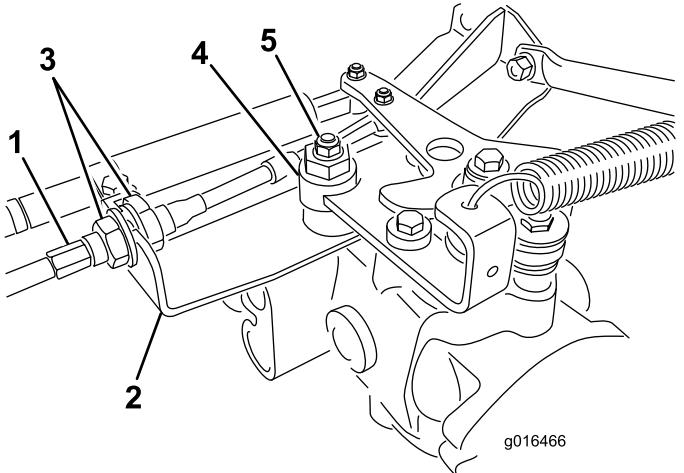

Figura 47
- A. Afloje las dos contratuerca que fijan el cable de control de tracción a la escuadra del hidrostato (Figura 47). Asegúrese de aflojar ambas contratuerca uniformemente, y lo suficiente como para permitir el ajuste.
Nota: Afloje la tuerca que sujeta el excéntrico a la parte superior del hidrostato (Figura 47).
- E. Cuando la rueda deje de girar, apriete la tuerca para bloquear el excéntrico y el ajuste (Figura 47).
- G. Desde cada lado de la escuadra, apriete las contratuerca uniformemente, fijando el cable de tracción a la escuadra (Figura 47). No tuerza el cable.